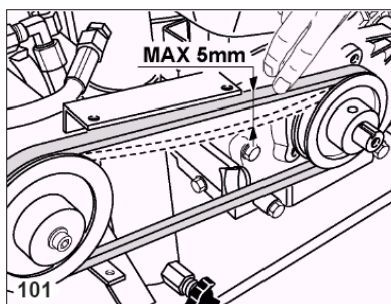

Рис. 27
2. Применяя усилие около 5 кг, надавить рукой на ремень и убедиться, что прогиб ремня не превышает 5 мм (рис. 27).